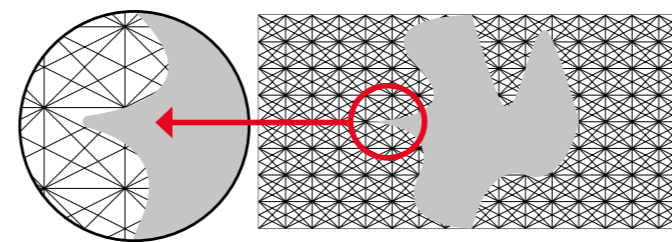

Fig. 3
- Les formes présentant des angles < 35° doivent être évitées, les angles plus aigus doivent être réduits et adaptés en fonction de la faisabilité technique (cf. fig. 3).